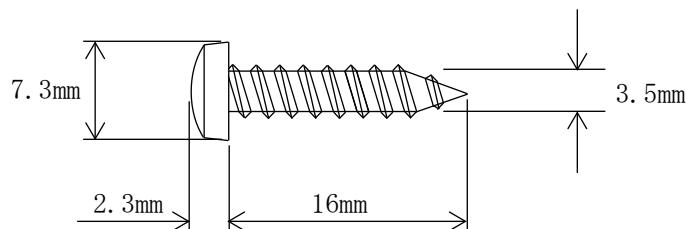

図 3-17 タッピングネジの寸法図
- ・ 十字穴付(+) A バインドタッピングネジ × 4 個 (図 3-17 参照 お客様にてご準備ください。)